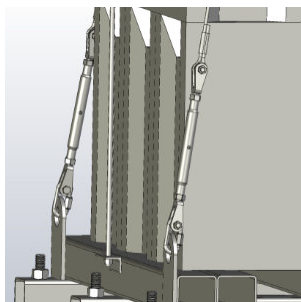

Рис. 11 Крепление растяжек к проушинам рамы.
8. Зафиксировать растяжки с помощью карабинов на проушинах рамы. выбрать слаbinу растяжек с помощью натяжителей троса. (рис. 11). Натяжение осуществлять путем вращения центральной части натяжителя через отверстие подходящим инструментом.